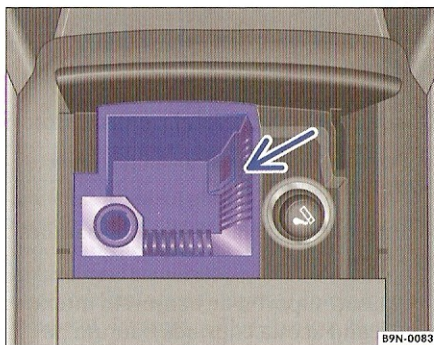

Fig. 60 Scrumiera: Scoaterea scrumierei.
- Prindeți scrumiera de părțile laterale ⇒ pagina 64, fig. 60" (săgeata) și scoateți-o afară ridicând-o.